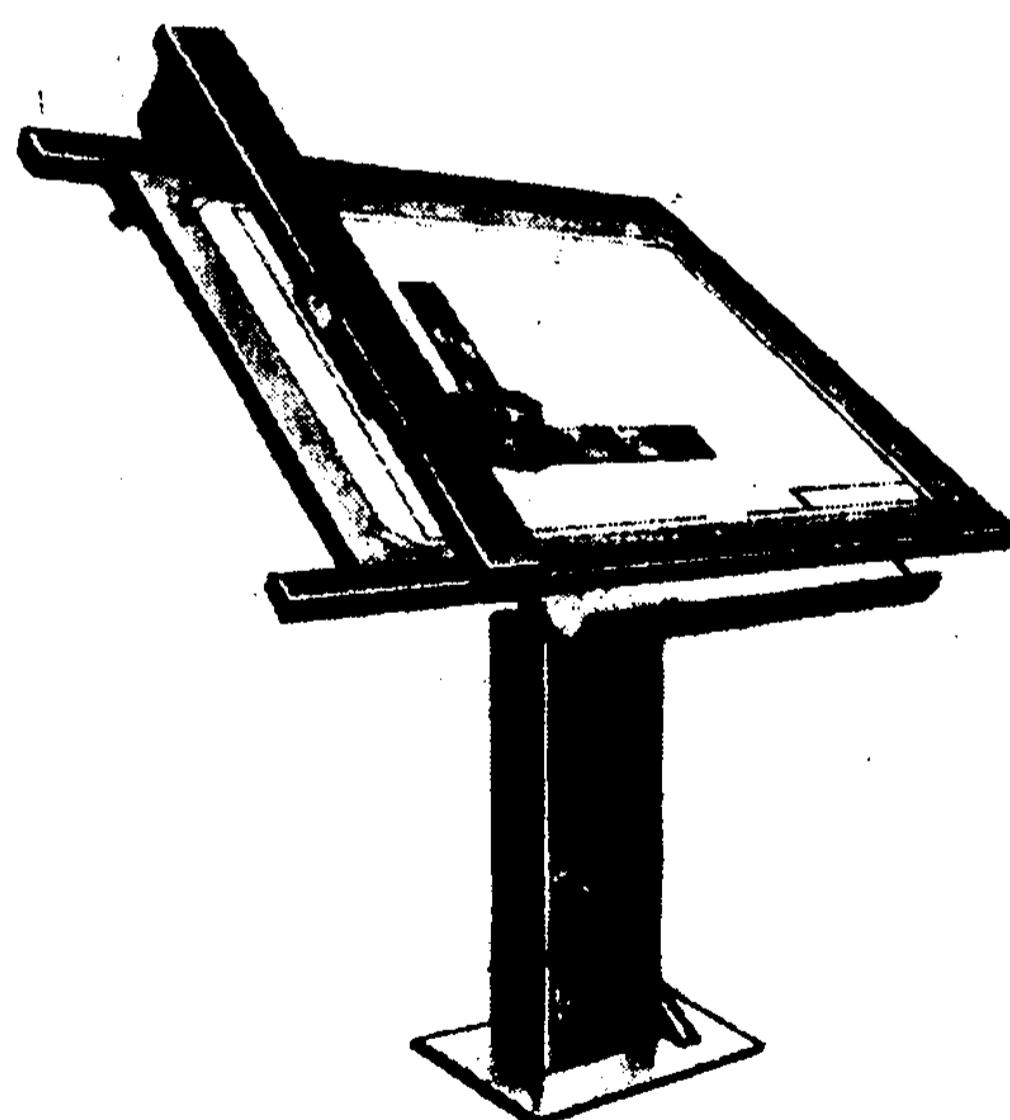

图 1-17 绘图机
6. 绘图机 绘图机的构造有多种，图 1-17 所使用的是采用平行连杆机构的绘图机，机头上有两把互相垂直的刻有比例的直尺，机头可以随意移动，使用起来很方便，可以提高绘图速度。